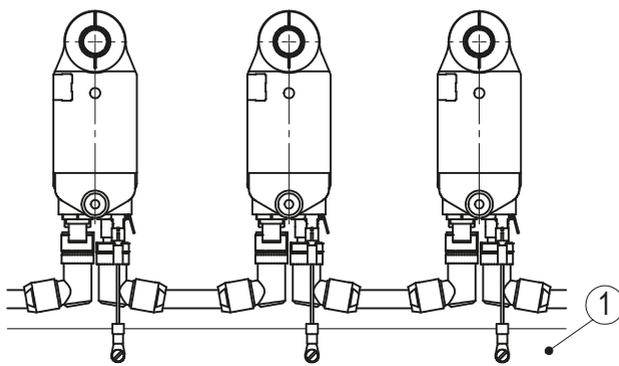
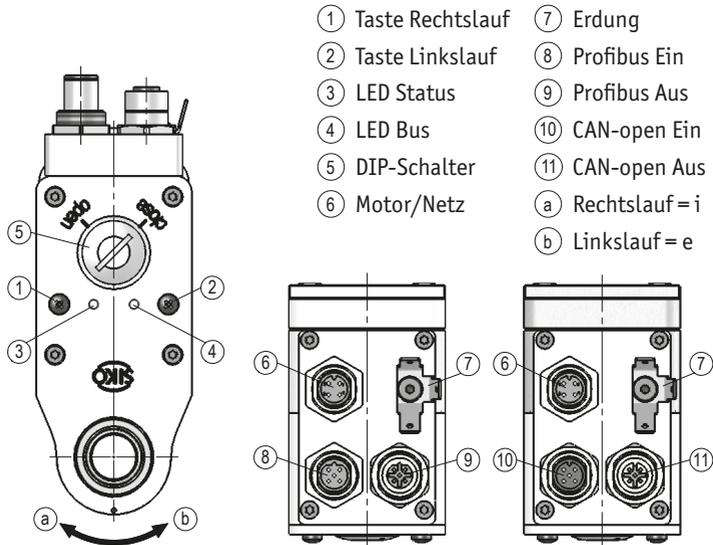

Abb. 5: PE-Schiene
Abb. 10: Geber absolut
Zum Schutz vor Störungen müssen die Schirme der Signalleitungen und Netzleitung beidseitig angeschlossen werden. Potentialunterschiede führen zu unzulässigen Strömen auf dem Schirm. Den PE Anschluss ① zwischen den Anschlusssteckern auf das Schutzleiterpotential legen (siehe **Abb. 10**). Verwenden Sie dazu 6,3 mm Flachstecker mit kurzer Litze 2,5 mm² ... 4 mm² (nicht im Lieferumfang). Bei mehreren Stellantrieben wird empfohlen die Erdung auf eine PE-Schiene ① anzuschließen (siehe **Abb. 5**).
Zugang Tipptasten (Abb. 10 + Abb. 11)
Zugang DIP-Schalter Adresseinstellung (Abb. 10 + Abb. 12)**! WARNUNG****Ausfall Stellantrieb (Abb. 12)**